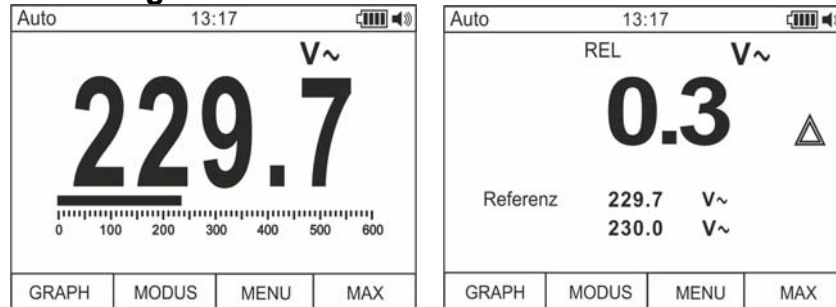

Abb. 5: Relative Messung
1. Drücken und halten Sie die **HOLD/REL** Taste, um in den relativen Messmodus einzutreten (siehe Abb. 5 – rechter Teil). Die Meldung “REL” und das Symbol “ Δ ” erscheinen im Display.